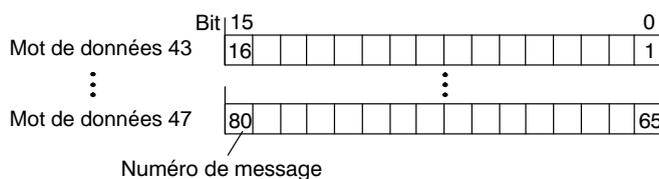

Figure 8-1 SIMATIC S5: Correspondance entre zone de messages et numéro de message pour les mots de données
- Chaque zone de messages peut être décomposée en plusieurs zones d'adresses. La figure 8-1 récapitule le nombre de zones de messages d'événement et d'alarme, le nombre de zones d'acquiescement des alarmes ainsi que la longueur totale respective des zones pour les divers OP.
La figure 8-1 montre la correspondance entre numéro de bit et numéro de message pour les mots de données. L'affectation d'un numéro de bit à un numéro de message est effectuée automatiquement dans l'OP.